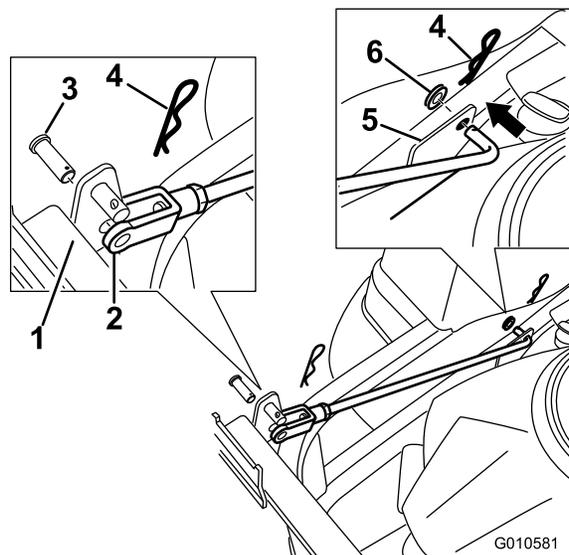

Figura 6
6. Montate due aste di supporto, una su ciascun lato del telaio del sistema di raccolta. Individuate la staffa a corredo tra la ruota motrice posteriore ed il telaio (Figura 6).
7. Inserite le estremità curve dell'asta nel telaio del sistema di raccolta, come illustrato nella Figura 6. Assicurate l'estremità dell'asta con una rondella e una coppiglia.
- Assicurate l'estremità del cavallotto dell'asta al telaio del sistema di raccolta mediante un perno con testa e una coppiglia (Figura 6).